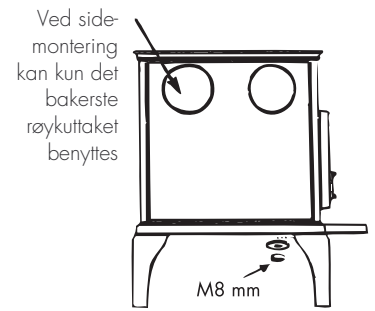

Fig. 2. Montering av ben
2. Legg ovnen forsiktig på rygg eller siden og monter bena, disse skal flukte med ytterkant på bunnplaten. Mutrene og skivene for feste av bena er skrud på pinneskruene under bunn ovn (se fig. 2).